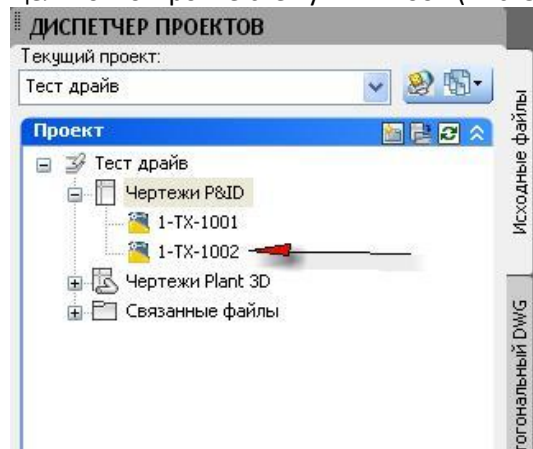

Рис. 5
4. В **Диспетчере проектов** нажмите на «плюс» слева от раздела **Чертежи P&ID** и двойным щелчком откройте схему **1-TX-1002** (Рис. 5):